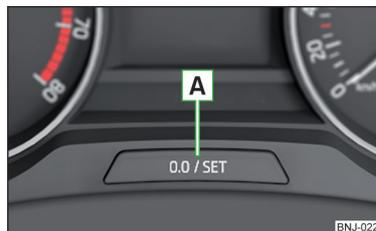

Fig. 27
- › Manter a tecla **A** » Fig. 27 premeida, até que seja apresentado no visor o ponto de menu **Serviço**.